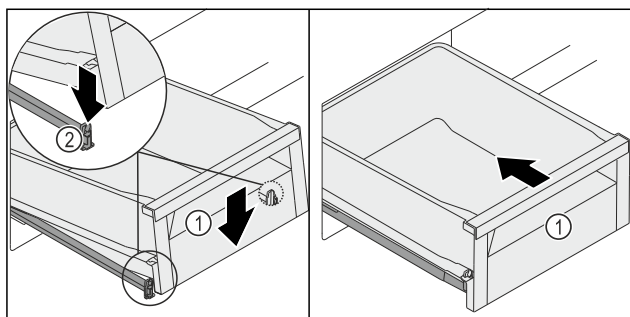

Fig. 129
- Спуснете чекмеджето Fig. 129 (1) отпред, така че чекмеджето да се плъзне отляво и отдясно в скобата Fig. 129 (2).
- Чекмеджето Fig. 129 (1) се фиксира с щракване.
- Вкарайте чекмеджето Fig. 129 (1).